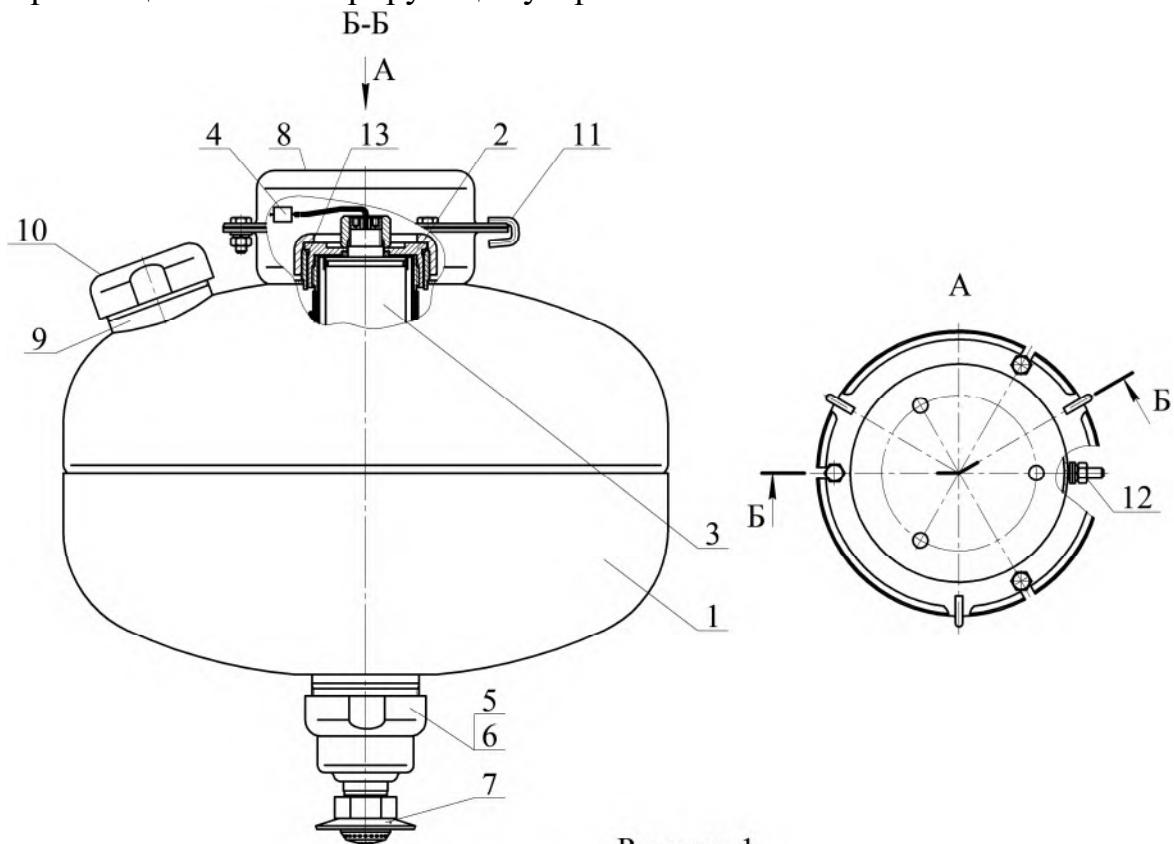

Рисунок 1
4.1.1 МУПТВ (см. рисунок 1) состоит из корпуса 1, заправленного ОТВ, в котором размещено газогенерирующее устройство 2.
4.2.1 После подачи электрического импульса на выводы элемента электропускового **4** (см. рисунок 1) ИХГ **3** генерирует газ, который создает давление внутри корпуса МУПТВ для вскрытия мембранны **5** и выпуска через насадок-распылитель **7** в зону горения тонкораспыленной струи ОТВ.
6.3 Закрепить кронштейн **8** (см. рисунок 1) на потолке. Координаты отверстий в кронштейне приведены на рисунке 6.
6.5.3 Полученный раствор ОТВ залить в отверстие верхней горловины **9** (см. рисунок 1). Для окончательного приготовления ОТВ открыть упаковку с жидкой добавкой и залить ее в отверстие верхней горловины **9**. Установить в отверстие горловины предохранительный клапан **10**. Сверху закрутить гайку до упора.
6.6 На выпускную горловину гайки **6** (см. рисунок 1) накрутить до упора насадок-распылитель **7**.